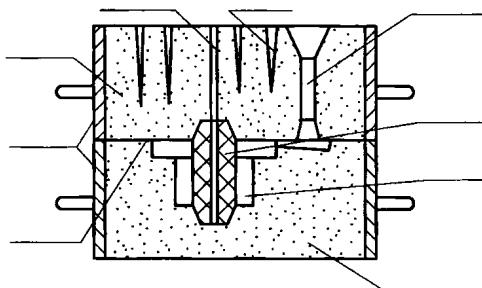
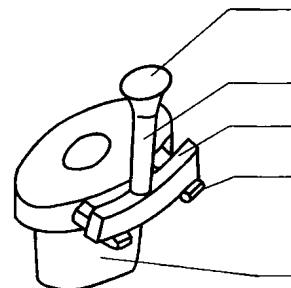

图 3-2 铸型装配图
图 3-3 铸件
10. 标出铸型装配图及带浇注系统铸件的各部分名称（图 3-2、图 3-3）。